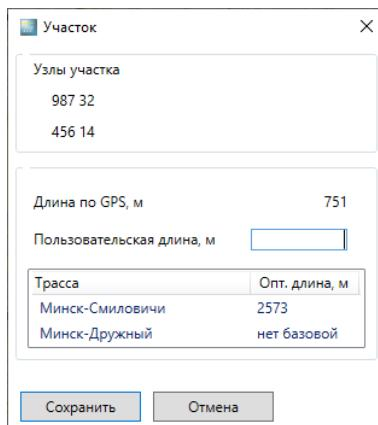

Рисунок 6-16. Участок
1. Чтобы ввести/изменить или посмотреть информацию об участке нужно навести курсор на участок и нажать правую кнопку мыши. Появится контекстное меню участка, в этом меню нужно выбрать пункт «Информация». В результате появится окно «Информация об участке» Рисунок 6-16.
2. Чтобы посмотреть, как проходят трассы на карте, которым принадлежит данный участок, необходимо навести курсор в таблице на строчку требуемой трассы Рисунок 6-16, нажать правую кнопку и выбрать появившееся контекстное меню «**Показать трассу**». Выбранная трасса на карте подсветиться ярко-зеленым цветом. После нажатия кнопки на вкладке «ГИС» выделение будет снято.